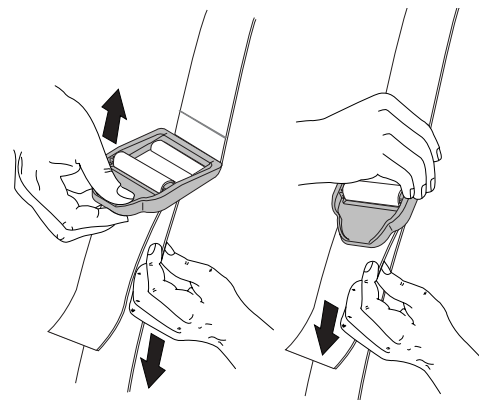

Fig. 6
- Alargue el arnés tirando hacia abajo de la correa y levantando el extremo de la hebilla hacia arriba (Fig. 6).
- Acorte el arnés tirando de la correa hacia atrás a través de la hebilla mientras sostiene la hebilla (Fig. 6).